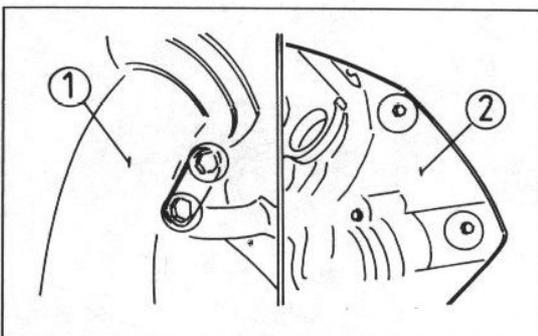

Bild 5
- Die innere Abdeckung rechts abschrauben (Bild 5).